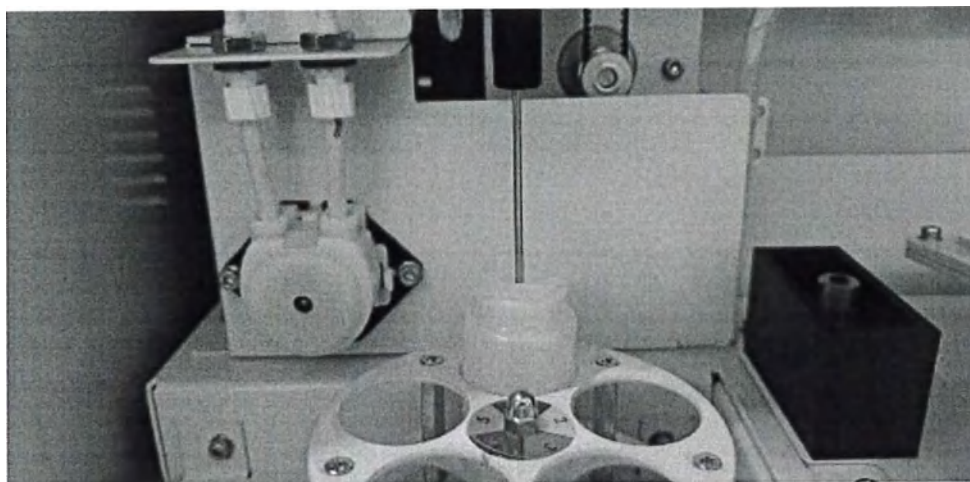

Рисунок 27
9.5.4.5 Если вы нажмете кнопку «ПРОВЕРИТЬ / CHECK», зонд опустится вниз [Рисунок 27].
9.5.4.6 После настройки положения зонда еще раз нажмите кнопку «ПРОВЕРИТЬ / CHECK» и подтвердите местоположение (в центре флакона с реагентом) [Рисунок 27].